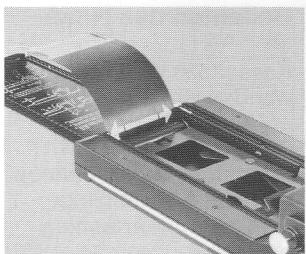

Fig. 5
3.4. Filmandruckplatte (13) hinunterklappen. Doppelpfeil des Papierzugs bis zur Einstellmarke in der Kassette vorziehen (Fig. 5 + 6).
3.4. Fold down the film pressure plate (13). Advance backing paper to bring its double arrow mark in line with the loading mark on the holder (fig. 5 + 6).
3.4. Fermer la plaque de pression du film (13). Tirer la double flèche de l'amorce en papier jusqu'à la marque sur le châssis (fig. 5 + 6).